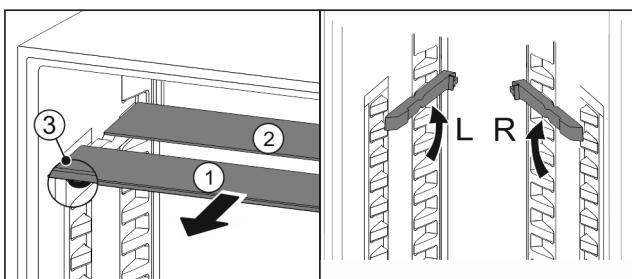

Fig. 29
- ▶ Пусніть Fig. 29 (1) скляну панель вперед.
- ▶ Скляна панель Fig. 29 (1) з декоративною планкою лежить спереду.
- ▶ Стопори Fig. 29 (3) показують вниз.